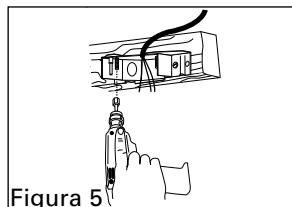

Figura 5
3. Introduzca el cable en la caja a través de uno de los agujeros ciegos y vuelva a colocar la caja en el soporte lateral utilizando las dos tuercas de seguridad de nilón (Figura 5). No apriete demasiado las tuercas.